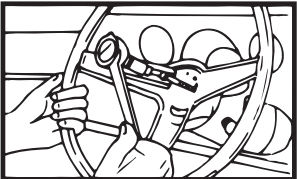

FIGURE 5 • FIGURA 5
- 6) Déposez le volant à l'aide d'un extracteur adéquat. N'utilisez pas de marteau sur l'arbre de direction (reportez-vous à la figure 5).